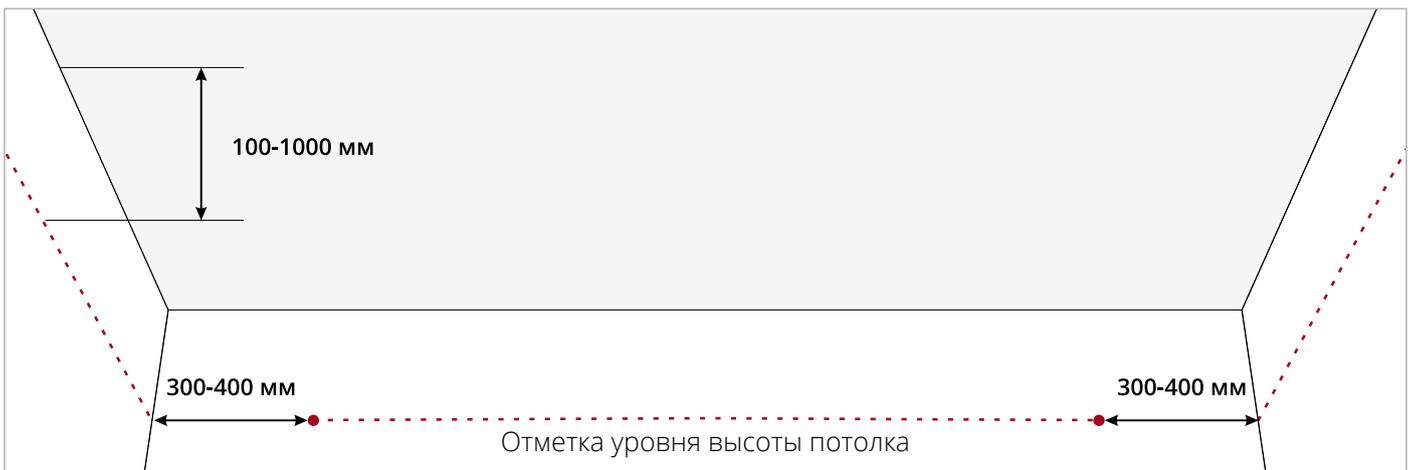

Рис.13
6. Затем соединить точки – получившаяся линия будет разметкой для первого стрингера. (Рис.13)